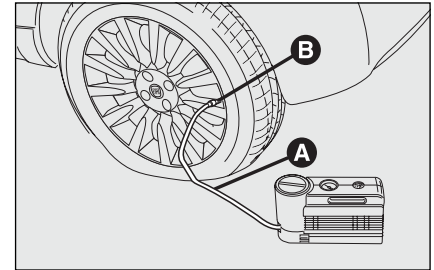

fig. 13
- Trek de handrem aan.** Draai de ventieldop van de band los, neem de vulbuis **A**-fig. 13 uit en draai de ring **B** op het ventiel van de band;